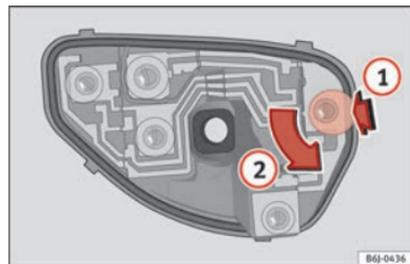

Fig. 110 Substituir lâmpadas das luzes traseiras.
- Uma vez retirado o porta-lâmpadas, pressione no sentido da seta **(1)** e rode em simultâneo no sentido da seta **(2)** »» **Fig. 110**.